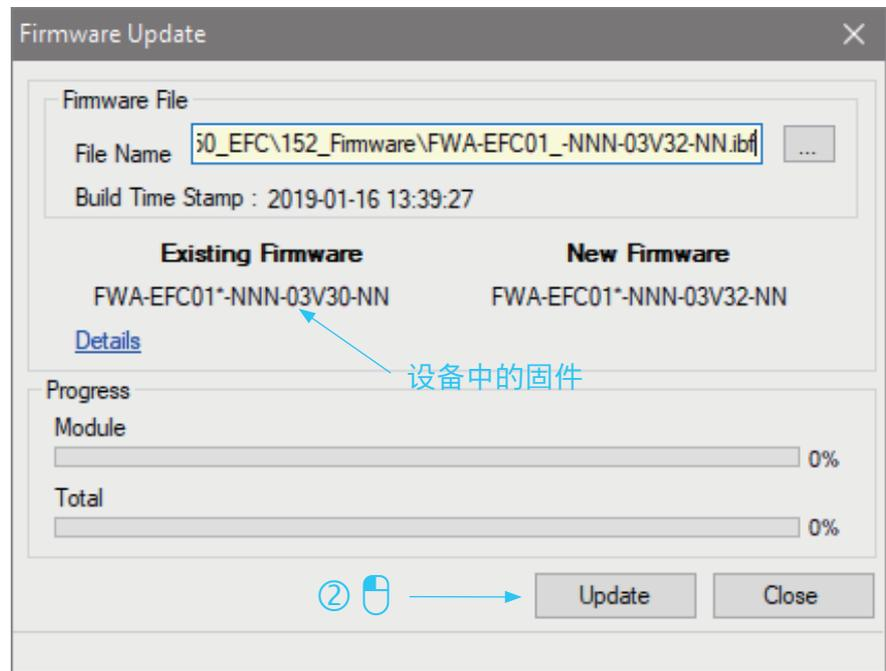

图 14: 固件更新窗口
- ▶ 单击“...”导航至固件文件 (*.ibf)，然后单击“更新”将其下载到设备上（请参见图 14: 固件更新窗口）。也可以通过此方式进行固件降级。